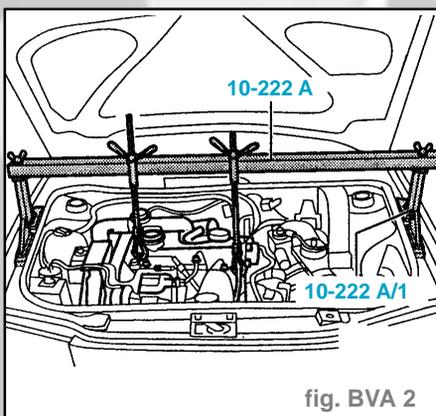

fig. BVA 2
- Mettre en place le dispositif de maintien 10-222A avec les appuis 10-222 A/1 et soutenir le moteur/la boîte de vitesses dans cette position (fig. BVA 2).